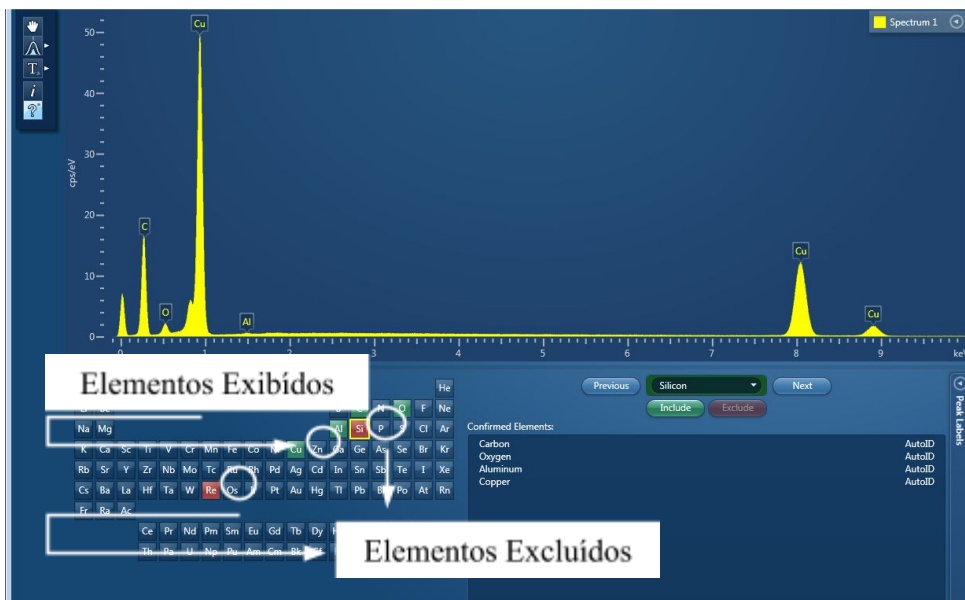

Figura 17. Elementos que serão exibidos ou excluídos do gráfico.
- Figura 17. Elementos que serão exibidos ou excluídos do gráfico.
Para remover uma identificação basta clicar no símbolo do elemento na tabela periódica e em seguida clicar no botão excluir. Os elementos excluídos serão exibidos na tabela com a cor vermelha e não serão exibidos no gráfico (Figura 17).